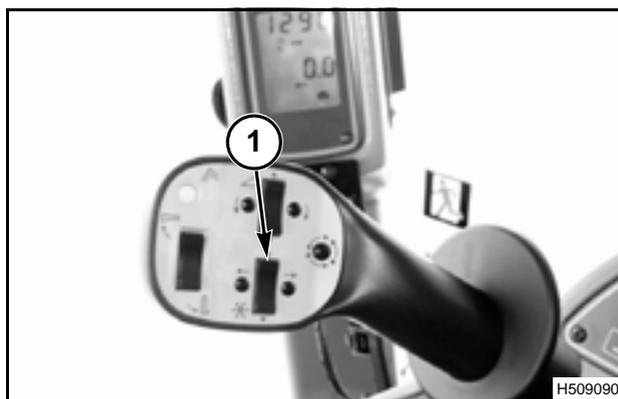

FIG. 81
FIG. 81: Cuando un cabezal de maíz está instalado en la cosechadora, la tecla de altura (1) del molinete pasa a ser la tecla del cabezal de maíz de velocidad variable, controlando el transportador.